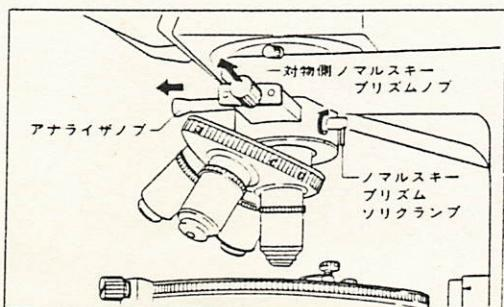

図5
- 5) ステージに標本を載せ、アナライザノブを引いてアナライザを光路より外し、ノマルスキーブリズムソリクランプを緩めてから、対物側ノマルスキーブリズムを引いて、光路より外します。(図5)